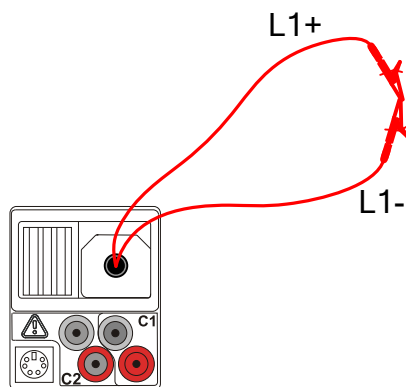

Рисунок 5.15: Замкнутые измерительные провода
- **Подключите** измерительный кабель к прибору и замкните измерительные провода L1+ и L1- (см. рисунок 5.15).